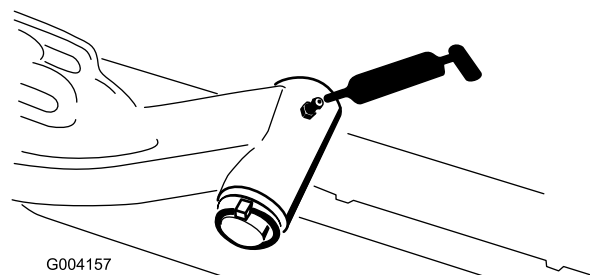

Рисунок 56
- Оси поворота подъемного рычага (по 1 шт.) (Рисунок 56)